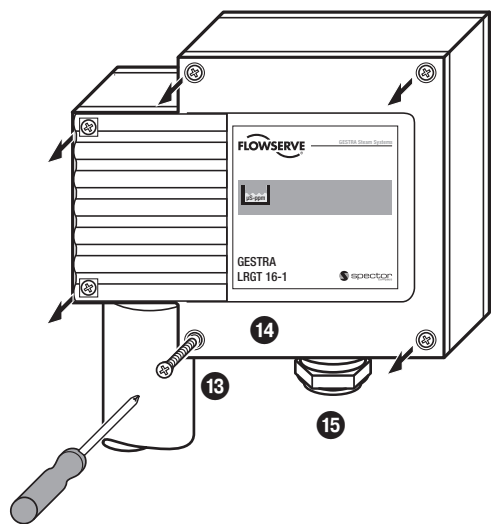

Fig. 8
1. Aflojar los tornillos 13, desmontar la tapa del cuerpo 14. **Fig. 8**